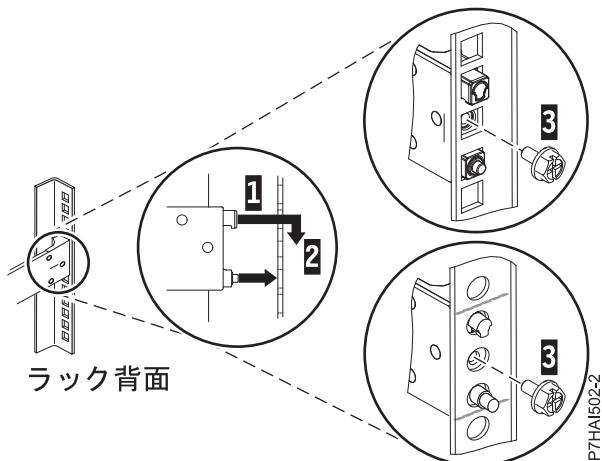

図 3. ラック背面の穴へのピンの位置合わせおよび噛み合わせ
(1)、スライド・レールを下方に下げる (2) 上部のピンのフック機構を噛み合わせます。詳しくは、図 3 を参照してください。次のステップに進む前に、2 本のピンがラックの穴から出ていることを確認してください。